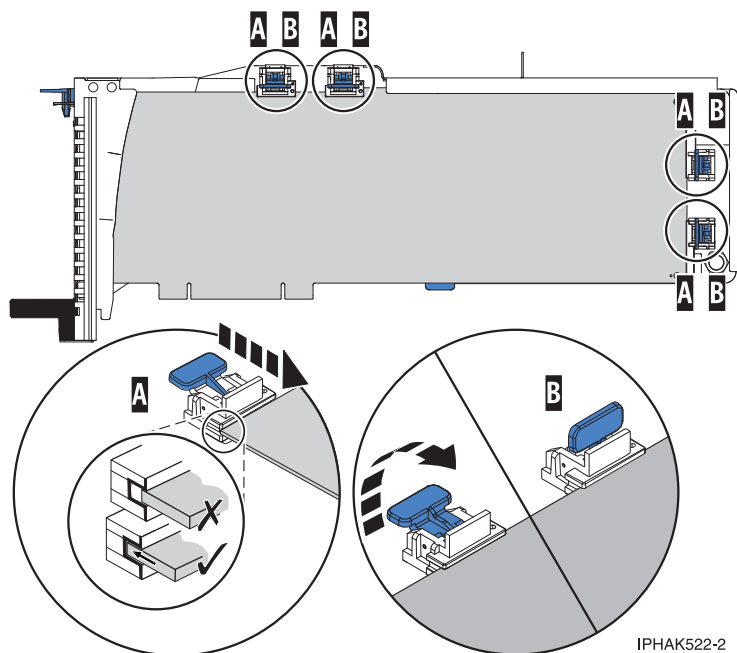

図 41. 所定位置に保持具およびスタビライザーが付いた PCI アダプター・カセット内の大型 PCI アダプター
- a) 保持具 (B) をセットして、ロックする。 65 ページの図 41を参照してください。